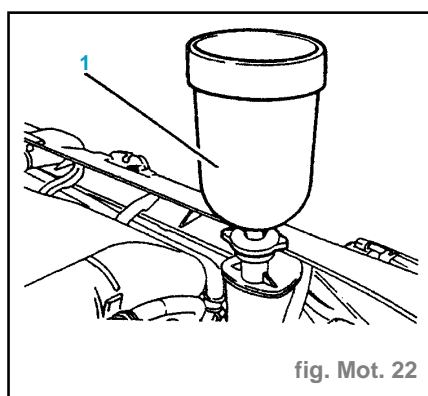

fig. Mot. 22
- Monter sur l'orifice de remplissage le cylindre de charge [1] (fig. Mot. 22).
Nota : Le cylindre de charge doit être rempli au maximum pour une purge correcte de l'aérotherme (fig. Mot. 22).